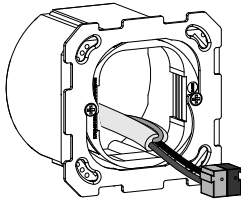

Bild 3: Tragring montieren
- Die Befestigungsplatte mit Adapterring lagerichtig auf eine Gerätedose montieren (Bild 3).